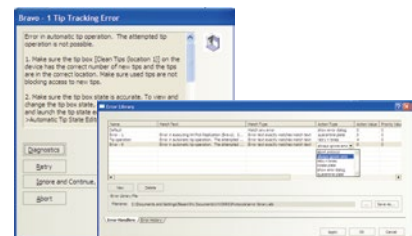

図 3 : エラーハンドリング
- **エラーハンドリング** : 生じたエラーをエラーライブラリに収納します。頻繁に生じるシンプルなエラーについては、そのエラーが起こった場合のアクションタイプを選択し、VWorks に自動処理させることが可能です。(図 3)